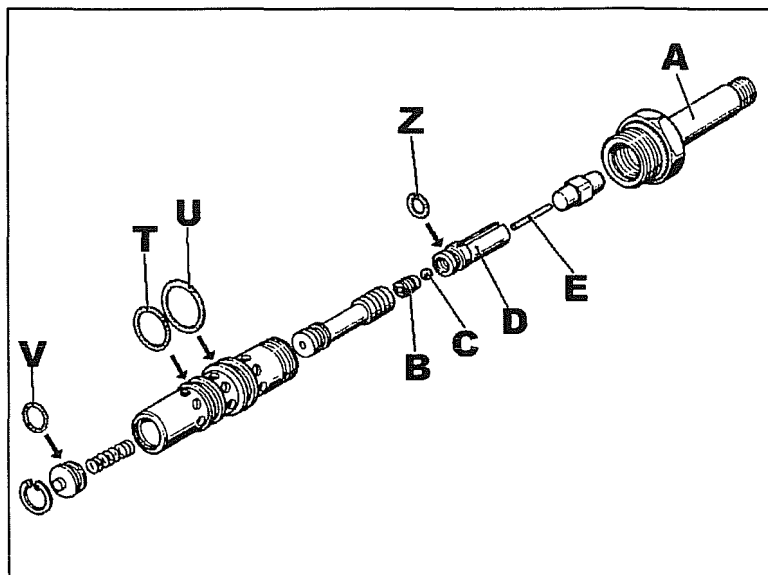
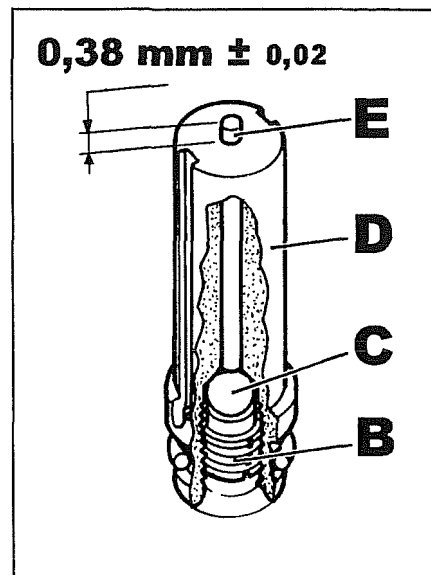

Fig. 20
Fig. 21
- 28 Quitar el solenoide del grupo electroválvula desmontándolo como se ve en la fig. 20.
Controlar el buen estado de los anillos de sellado T-U-V-Z fig. 20, si es necesario cambiarlos.
El grupo D fig. 20 ilustrado en sus componentes en la fig. 21, necesita sólo un lavado, luego de haber extraído el perno E, soplar luego los orificios presentes en el cuerpo externo sin quitar el tornillo B y la bola C.
- Si el tornillo **B** ha sido desmontado o quitado, el remontaje de las piezas **B-C-D-E** de fig. 21 debe efectuarse respetando lo siguiente:
- El perno **E** medido como en la fig. 21, debe sobresalir **0,38 mm** con una tolerancia por exceso o defecto de **0,02 mm** y tener el lado con la cabeza cóncava hacia la bola.